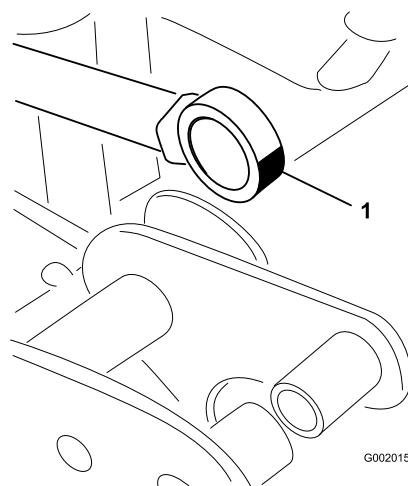

図 70
5. アクチュエータロッドのベアリング端部を動かしながらベアリング内部にグリスを注入する図 70。